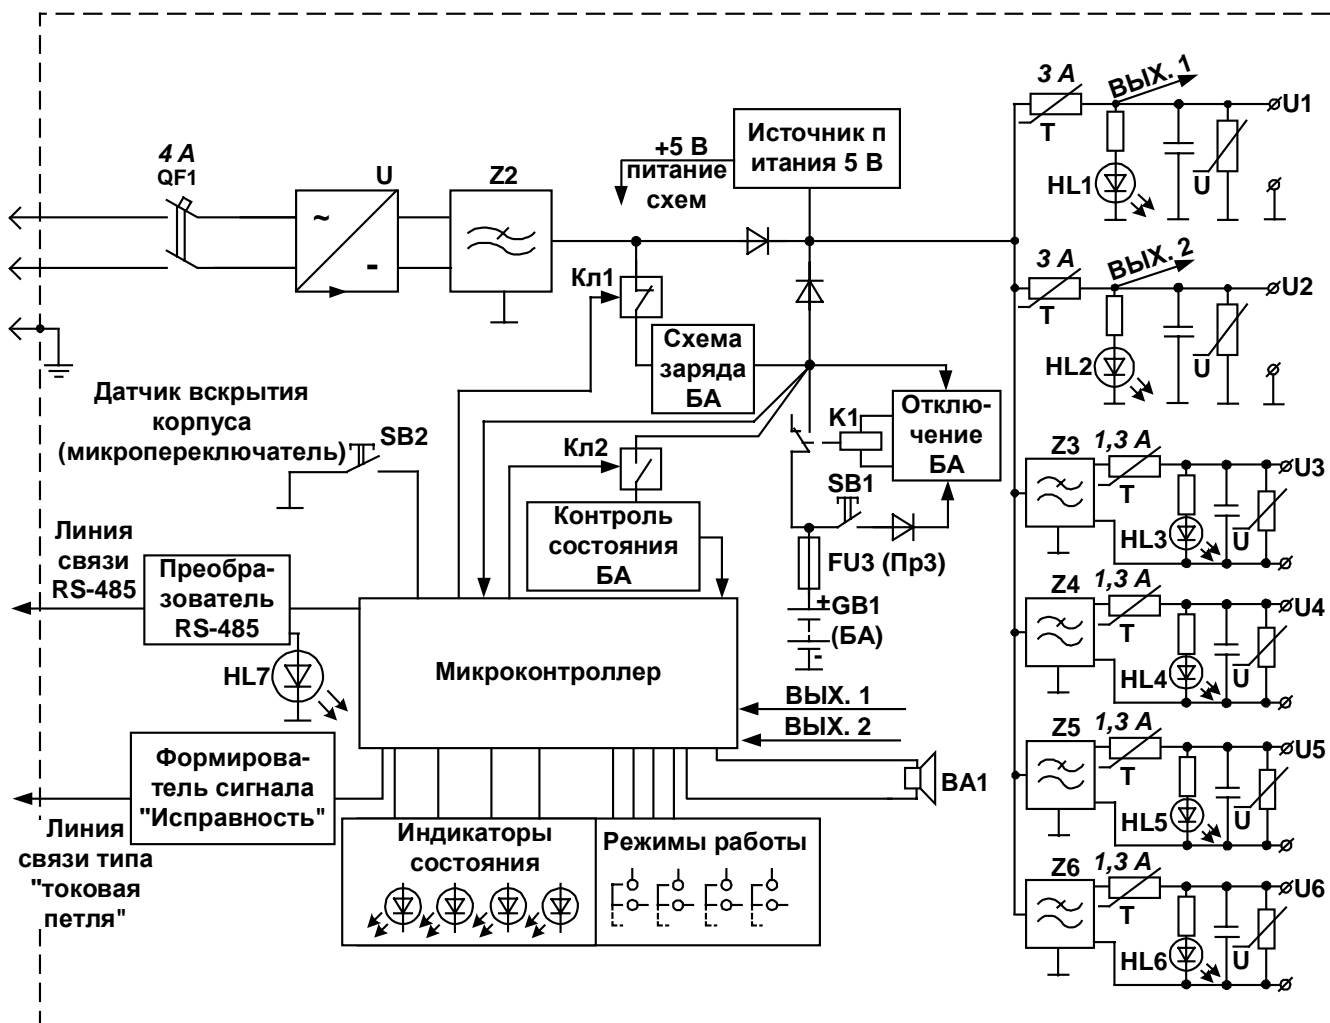

Рис. 1 Электрическая функциональная схема ИБП 1200А/2400А
4.2. Электрическая функциональная схема ИБП представлена на Рис. 1. В ее состав входят следующие узлы и блоки: